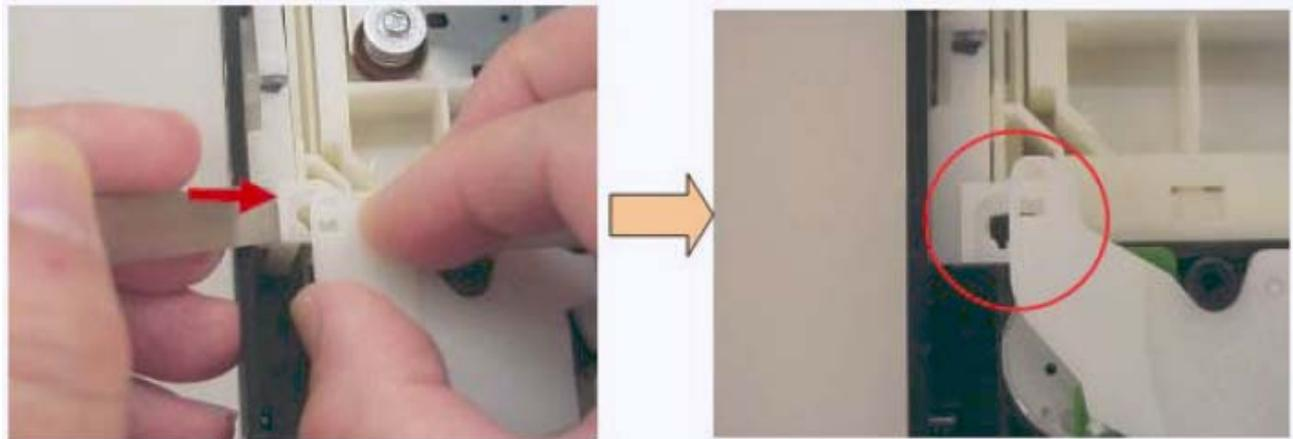

Fig. 1.17
Use o mesmo método da remoção do braço direito, solte o braço esquerdo (E) da conexão com a barra deslizante.(Fig 1.17)